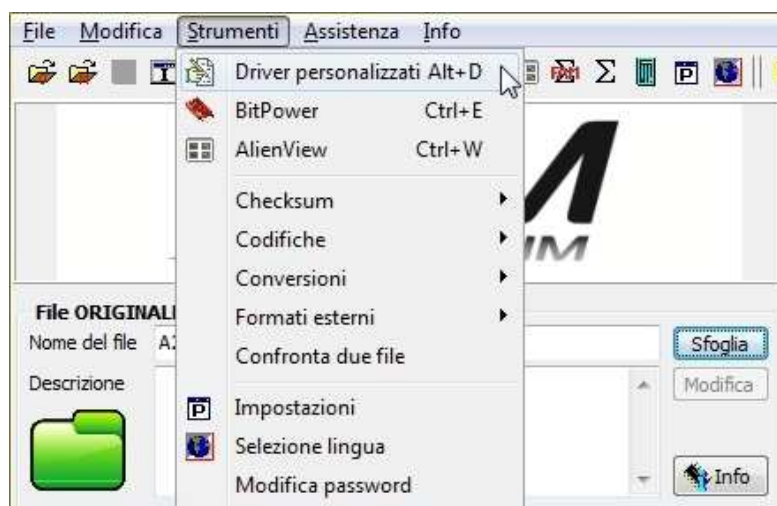

Figura 2: Menu *Strumenti*, selezione *Driver personalizzati*.
- Dal menu *Strumenti*, selezionare *Driver personalizzati* (Figura 2).